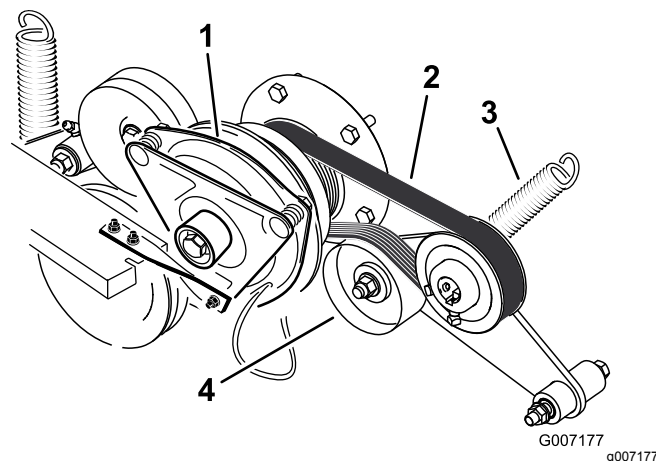

Figure 94
3. Débranchez le ressort du bras de la poulie de tension (Figure 94).
4. Montez la courroie neuve sur les poulies du moteur et des pompes hydrauliques (Figure 94).
6. Raccrochez le ressort au bras de la poulie de tension (Figure 94).